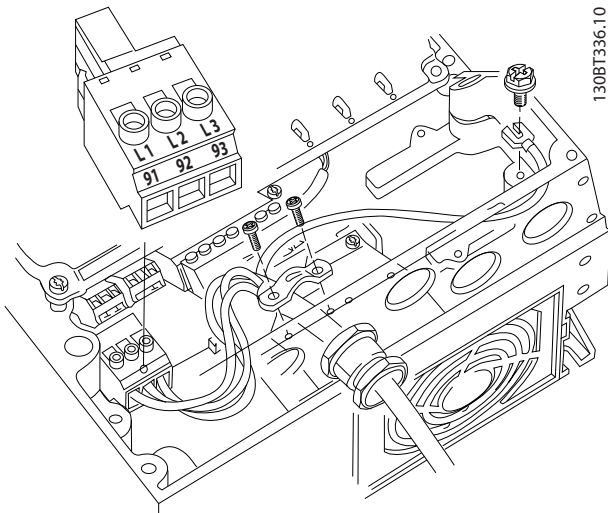

Abbildung 2.11 Netzanschluss
- Schließen Sie die 3 Phasen des Netzeingangs an die Klemmen L1, L2 und L3 an (siehe *Abbildung 2.11*).